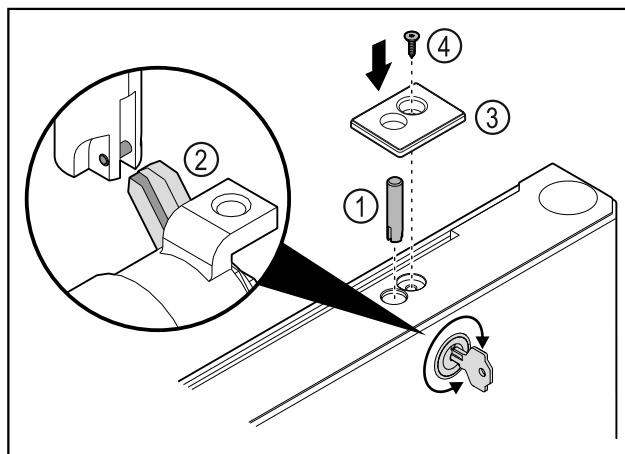

Fig. 47
- Colocar el perno de cierre Fig. 47 (1).
- Girar ligeramente la cerradura para que el perno de cierre Fig. 47 (2) encaje en la ranura de la cerradura.
- Colocar la cubierta Fig. 47 (3).
- Colocar el tornillo Fig. 47 (4).